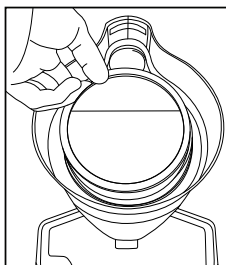

Fig. 3
2. Retirez le filtre blanc à débit élevé en saisissant le haut du filtre et en le tirant vers le haut (Fig. 3).